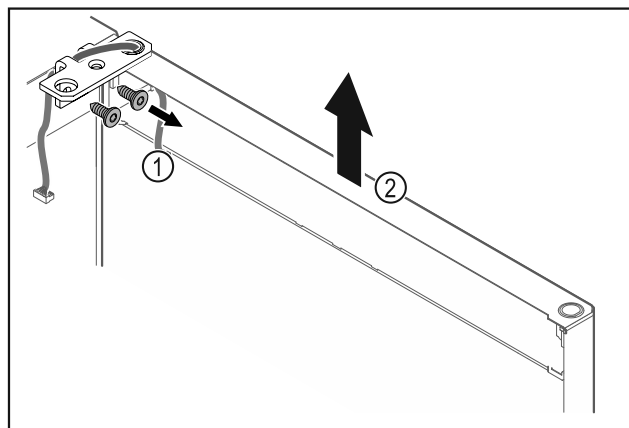

Fig. 24
- Odskrutkujte uholník závesu Fig. 24 (1).
- Zdvihnite dvere vrátane uholníka závesu Fig. 24 (2) cca 200 mm nahor a odoberte ich.